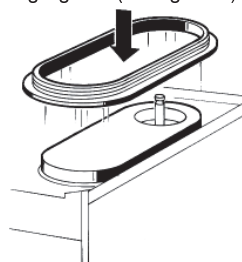

figura 6
- 4 Poner la junta al evaporador, de modo que el borde de mayor ancho se quede en contacto con el plano recoge-gotas (ver figura 6).